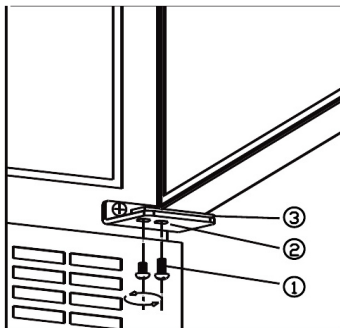

fig. 5.1
- Démontez les vis (1). **SOUTENEZ LA PORTE !** Voir fig. 5.1.